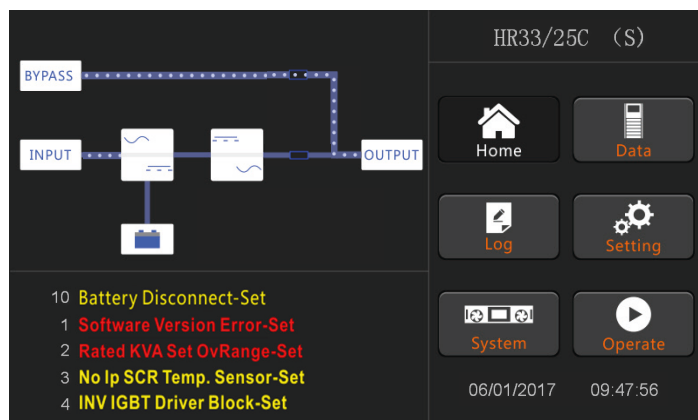

Рисунок 5.2. Включение электронного байпаса
5. Процесс запуска выпрямителя завершится в течение 30 с, после чего включится цепь статического байпаса. Напряжение на выход ИБП будет поступать по цепи байпаса (рис. 5.2).